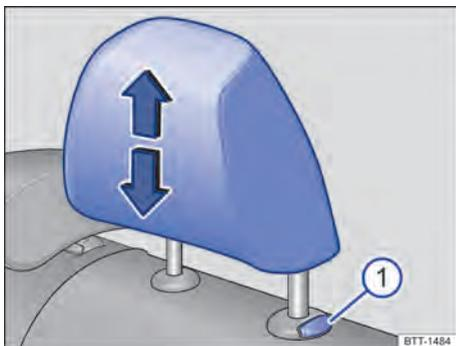
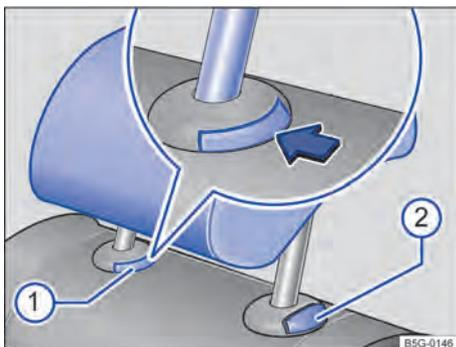

Fig. 68 Nos assentos laterais traseiros: remover o apoio para cabeça.
Fig. 69 No assento traseiro central: remover o apoio para cabeça.
- Empurrar o apoio para cabeça para baixo com o botão → Fig. 68 ① ou → Fig. 69 ①.
- Retirar totalmente o apoio para cabeça com o botão → Fig. 68 ① ou → Fig. 69 ① pressionado.